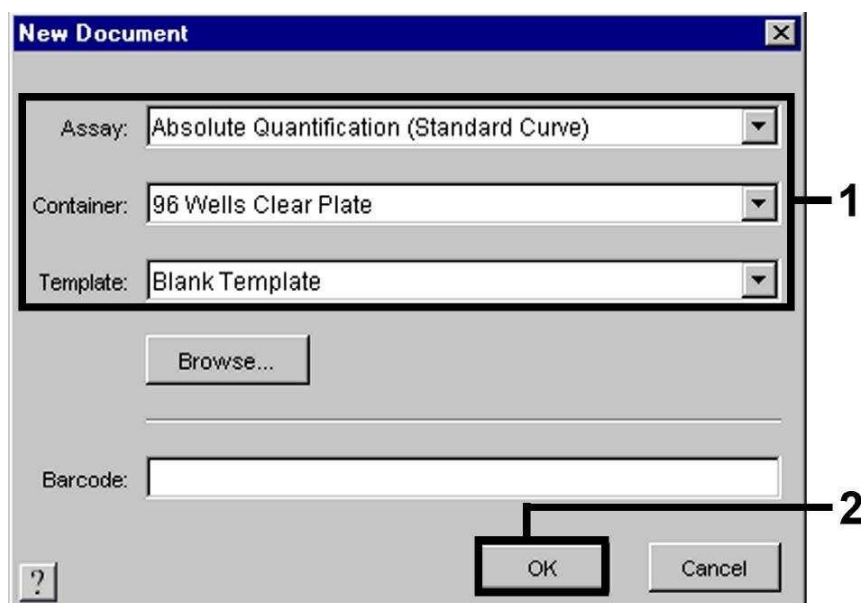

Fig. 16: Forindstillinger ved oprettelsen af en ny PCR-kørsel (*New Document*).
Vælg på *ABI PRISM 7900HT SDS* menupunktet *New*, som befinder sig under *File*, og indstil for det nye dokument følgende grundindstillinger (se Fig. 16). Et i forvejen gemt template (*ABI PRISM SDS Template Document* [*.sdt]) findes i *Template*-listen eller ved hjælp af *Browse*-funktionen (se **8.5.3.5 Arkivering af PCR-kørslen**). Bekræft indtastningerne (OK).